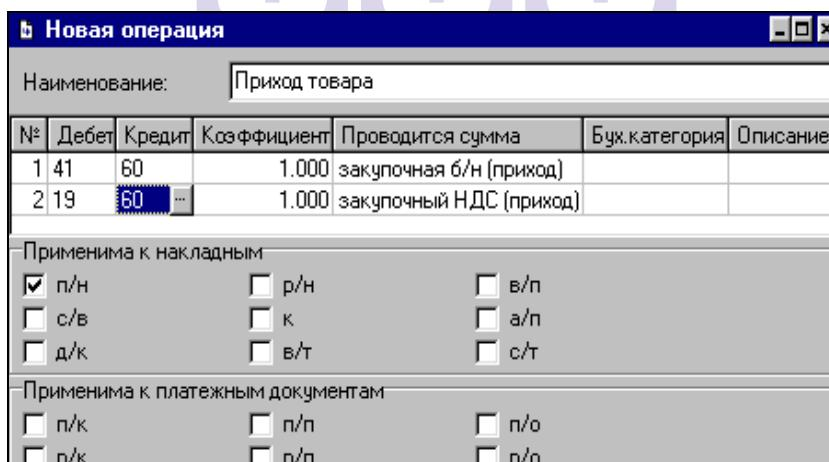

Рис. 103
- ✓ Заполните поля окна *Новая операция* (См. Рис. 103):